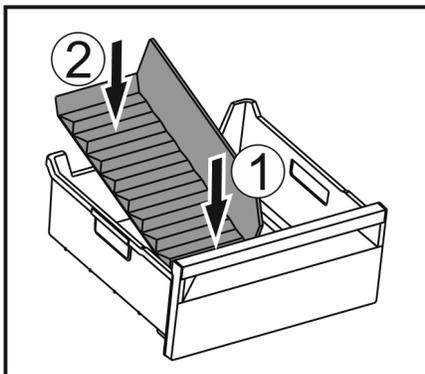

Fig. 115
- ▶ Installer la partie avant du séparateur de congélateur. Fig. 115 (1)
- ▶ Abaisser la partie arrière du séparateur de congélateur jusqu'au fond du tiroir. Fig. 115 (2)